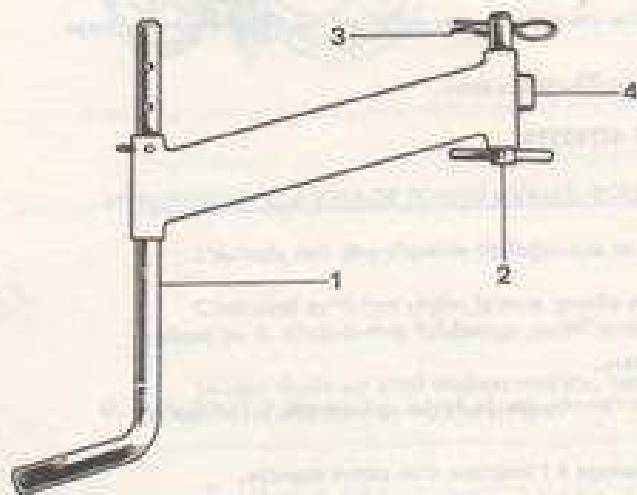

Fig. 4
BEQUILLES (fig. 4 et 5)
- la béquille simple (fig. 4)